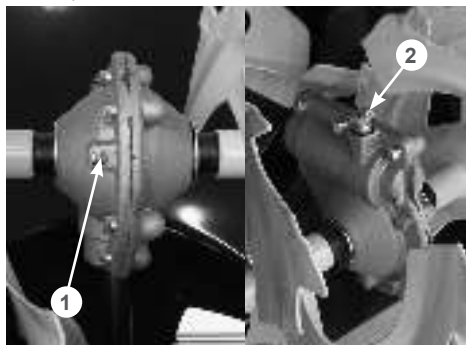

Рис. 43 Добавление смазки в редуктор
1. Очистите от загрязнений винт 1 в нижней части редуктора, пресс-маслёнку 2 и корпус редуктора вокруг них (Рис. 43).
3. Выкрутите винт 1 в нижней части редуктора и подложите под нижнее отверстие в редукторе кусок ветоши (Рис. 43).
4. Установите наконечник шприц-пресса на пресс-маслёнку 2 и начните заправлять смазку в редуктор (Рис. 43).